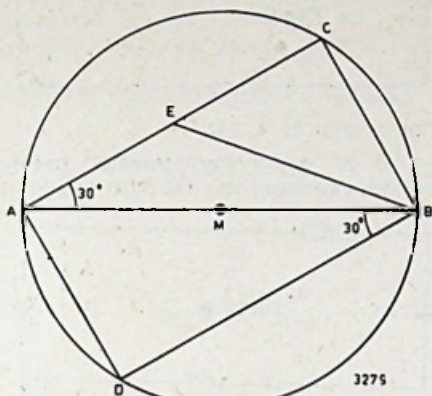

Fig. 1
- ① In een cirkel (zie fig. 1) met middelpunt M en straal